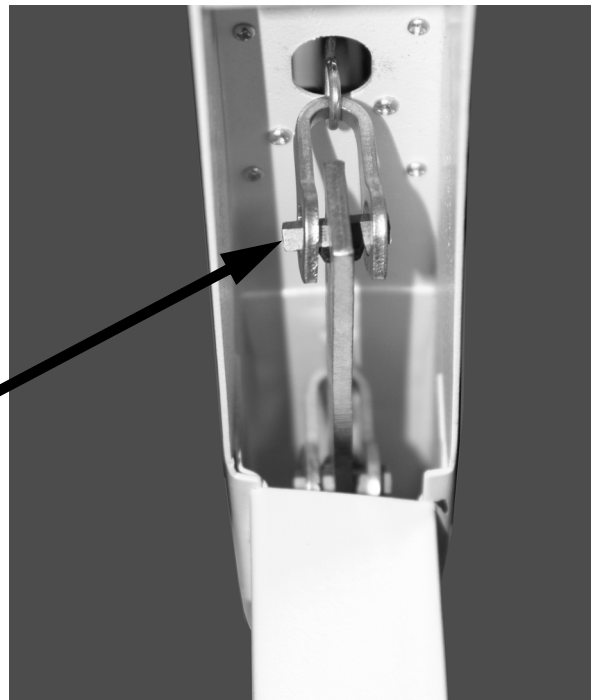

Figura 2-4. Conectando la Barra Romana a la Base de la Báscula
1. Recueste el poste de la báscula sobre una mesa, de tal manera que la base cuelgue fuera de ella y le permita fácil acceso a la parte inferior de la báscula (ver Figura 2-4).
2. Inserte el gancho de la herramienta múltiple (qu se incluye y se muestra abajo) hasta la perforación en la base de la barra romana, y jale el gancho de la barra con el gancho de la herramienta para conectarlo con la palanca de la base de la báscula, como se muestra en la figura 2-4 y empuje la palanca hacia el cabezal del poste, y enganche el soporte de la barra romana en el pivote de la palanca larga.